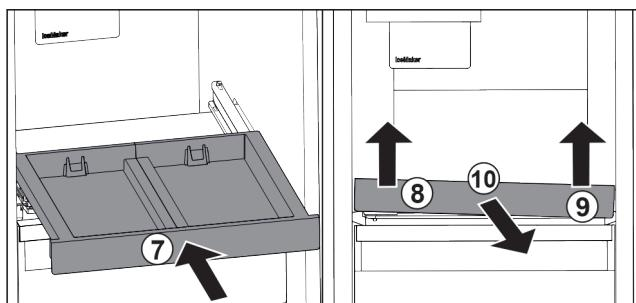

Fig. 101
- 推入拉出式搁板。 Fig. 101 (7)
- 抬起抽屉左前部。 Fig. 101 (8)
- 抬起抽屉右前部。 Fig. 101 (9)
- 向前取出拉出式搁板。 Fig. 101 (10)